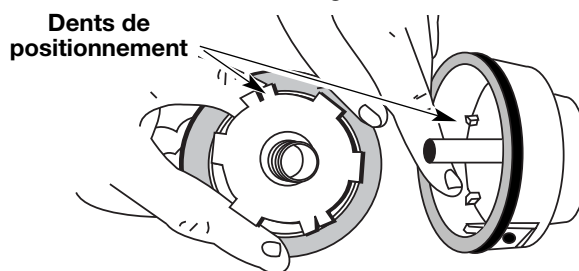

Fig. 17
5. Vérifiez l'état d'usure des dents de positionnement sur le moulinet intérieur et la bobine extérieure (Fig. 17). Enlevez les ébarbures ou remplacez le moulinet et la bobine au besoin.